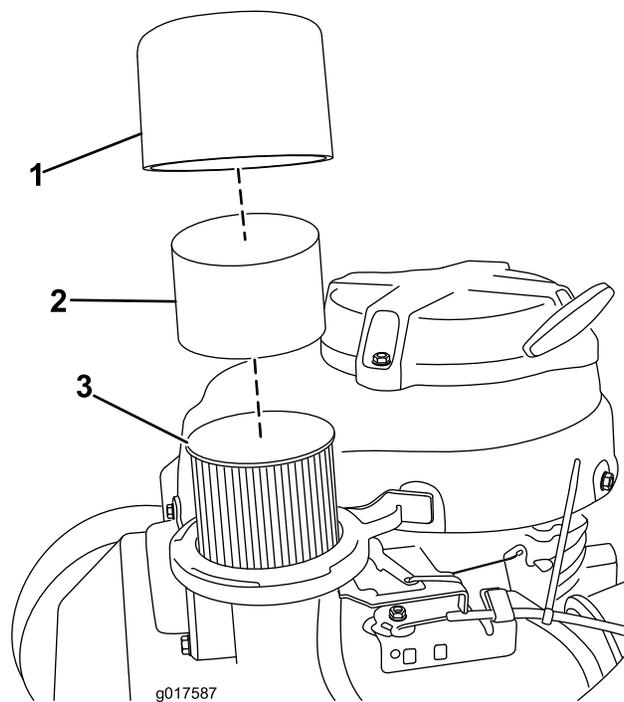

Figura 20
3. Retire la tapa y límpiela bien (Figura 20).
4. Retire el pre-limpiador de gomaespuma, lávelo con un detergente suave y séquelo con un paño o papel (Figura 20).
5. Retire e inspeccione el filtro de aire de papel (Figura 20); deséchelo si está demasiado sucio.